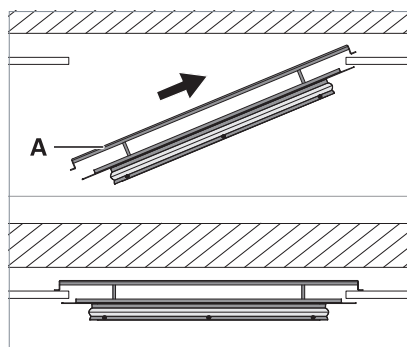

Fig. 2: Accrocher le cadre du luminaire dans le plafond.
- ▶ À l'aide des deux étriers **A**, accrochez le cadre du luminaire dans le plafond, voir Fig. 2